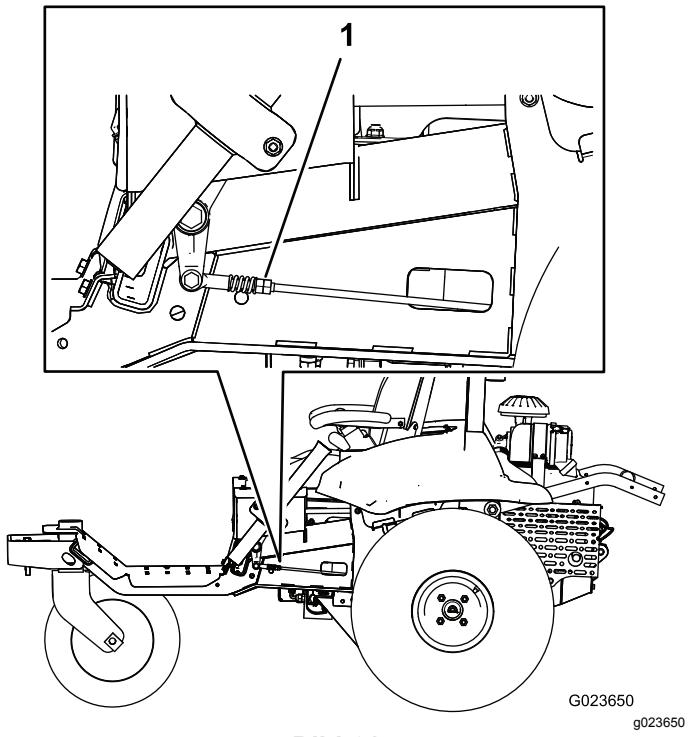

Bild 61
- Drehen Sie die Doppelmuttern am Gestänge (Bild 61) an einer Seite der Maschine langsam, bis sich das Rad an dieser Seite dreht; drehen Sie die Doppelmutter dann in die andere Richtung, bis sich das Rad in der anderen Richtung dreht.